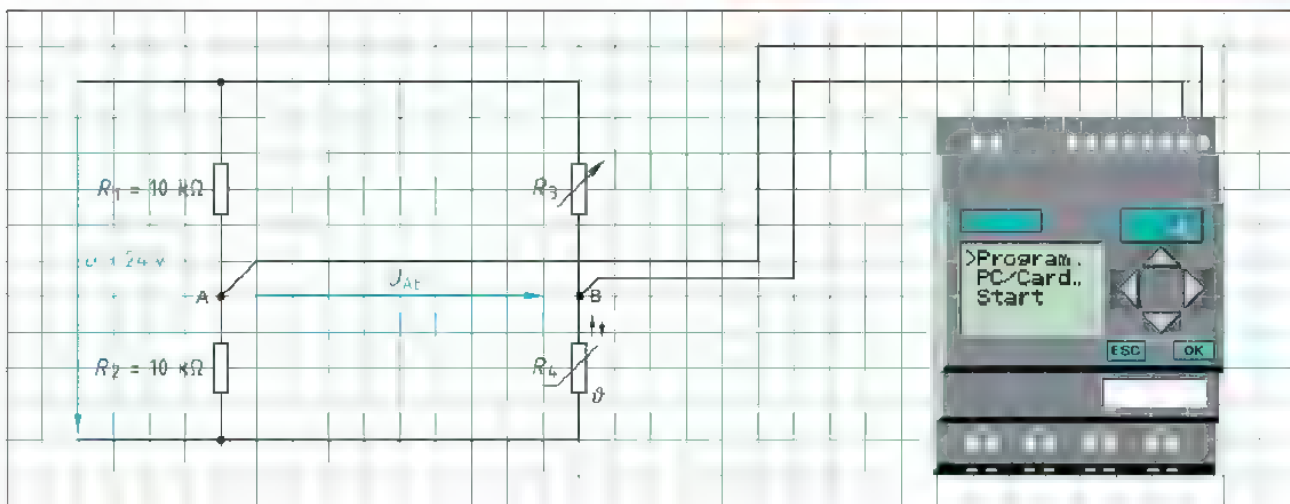

Bild 2: Temperaturerfassung mit temperaturabhängigem Widerstand in einer Brückenschaltung und Kleinststeuerung
2. Tragen Sie die Spannungen U_1 bis U_4 an den Widerständen sowie den Gesamtstrom I , den Strom I_1 durch R_1 und den Strom I_3 durch R_3 in der Brückenschaltung (Bild 2) ein.